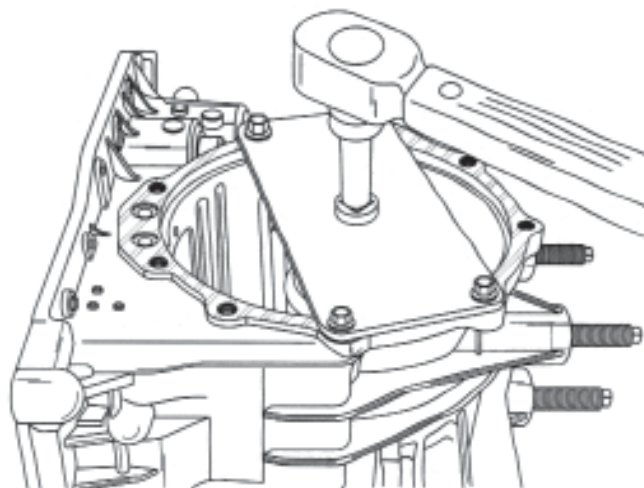

Figura 126
32. Instale a chave soquete 307-414 e a placa de aperto na entrada da tração final (Vide Figura 126).
33. O torque da porca do rolamento da entrada da tração final é de 450 N-m (332 lb.pé.), conforme ilustrado na Figura 126.